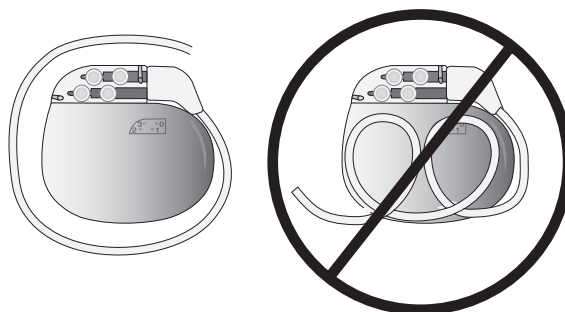

Figure 10. Enrouler tout excès d'extension autour du neurostimulateur, Modèle 3023.
- Éviter d'enrouler l'excédent d'extension devant la face gravée du neurostimulateur. Enrouler l'excédent d'extension autour du neurostimulateur (Figure 10) pour éviter d'augmenter la profondeur de la poche sous-cutanée, réduire les risques pendant le remplacement du neurostimulateur, éviter les plicatures de l'électrode et réduire les interférences avec la télémetrie pendant la programmation.